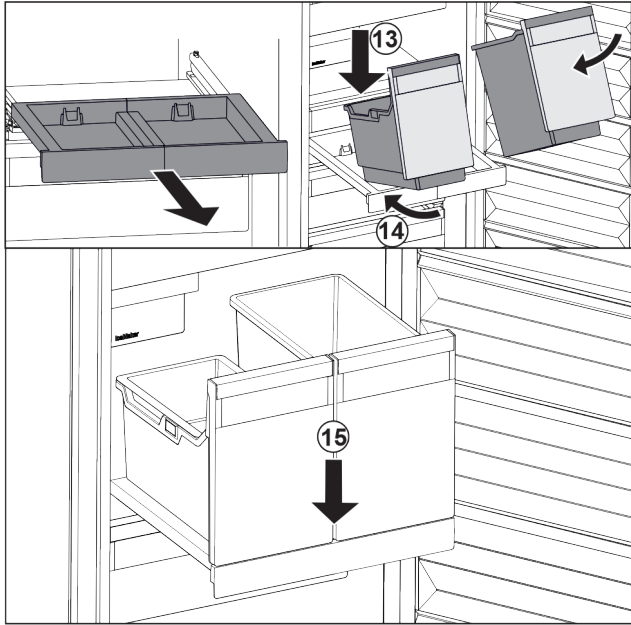

Fig. 86
- ▶ Sett beholderen skrått på uttrekksplaten. Fig. 86 (13)
- ▶ Skyv inn beholderen skrått bakover. Fig. 86 (14)
- ▶ Sett ned beholderen foran. Fig. 86 (15)